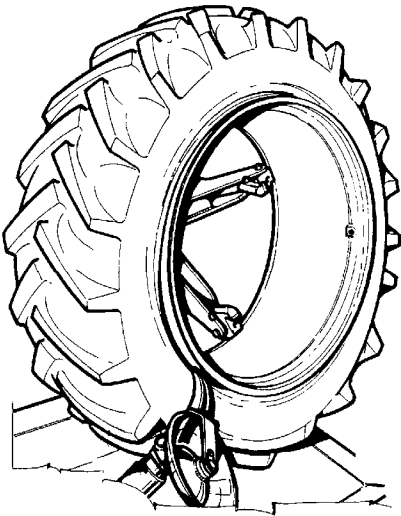

Fig.45
5. Insérer le crochet de l'outil entre le talon et la jante (Fig.45).